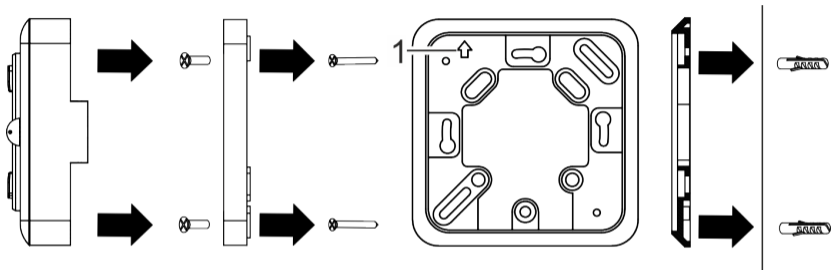

Fig. 5: Montage dans une boîte encastrée et montage en saillie
1. Monter la plaque de montage avec les vis (3,5 x 25 mm) sur la boîte encastrée (Fig. 5).
La flèche (Fig. 5/1) sur la plaque de montage doit pointer vers le haut.
4. Monter le socle du boîtier de l'appareil sur la plaque de montage à l'aide des vis (3 x 6 mm) (Fig. 5).
- Fixer le socle du boîtier aux chevilles à l'aide des vis (3,5 x 25 mm) (Fig. 5).